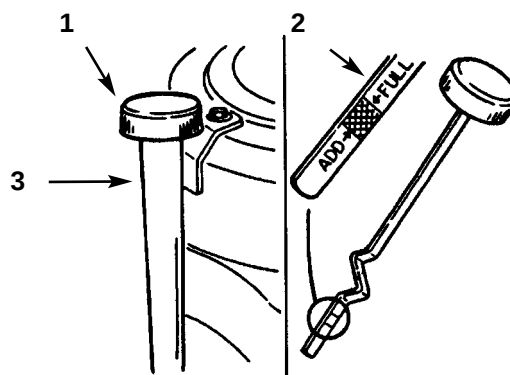

Fig. 33
3. Rengør omkring oliemålepinden (fig. 33), så snavset ikke kan falde ned i påfyldningshullet og
4. Skru oliemålepinden ud og tør metalenden af (fig. 33).
5. Skru oliemålepinden helt ned i påfyldningsrøret (fig. 33). Skru målepinden ud igen og se på metalenden. Hvis oliestanden er lav, skal man langsomt hælde nok olie ned i påfyldningsrøret til at løfte niveauet til "FULD" (FULL) mærket.
6. Hæld langsomt ca. 80% af den anførte mængde olie ned i påfyldningsrøret (fig. 33). Kontrollér så oliestanden; se *Kontrol af oliestand*, punkt 4–5.
5. Hæld langsomt ca. 80% af den anførte mængde olie ned i påfyldningsrøret (fig. 33). Kontrollér så oliestanden; se *Kontrol af oliestand*, punkt 4-5.